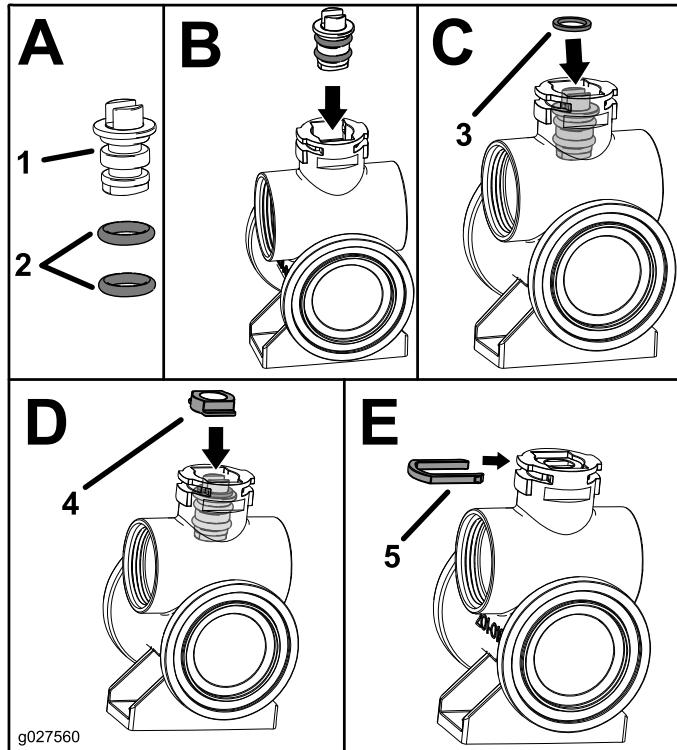

Bild 4
2. Setzen Sie den Ventilschaft in das Ventilgehäuse (Ausschnitt B, Bild 4).
| 3. Legen Sie die Druckscheibe auf den Ventilschaft (Ausschnitt C, Bild 4). | |
| 4. Befestigen Sie den Ventilhalter am Ventilschaft (Ausschnitt D, Bild 4). | |
| 5. Bringen Sie den Splint des Schafthalters an (Ausschnitt E, Bild 4). | |
1. Fetten Sie den Ventilschaft ein und legen Sie die neuen O-Ringe auf den Ventilschaft (Ausschnitt A, Bild 4).